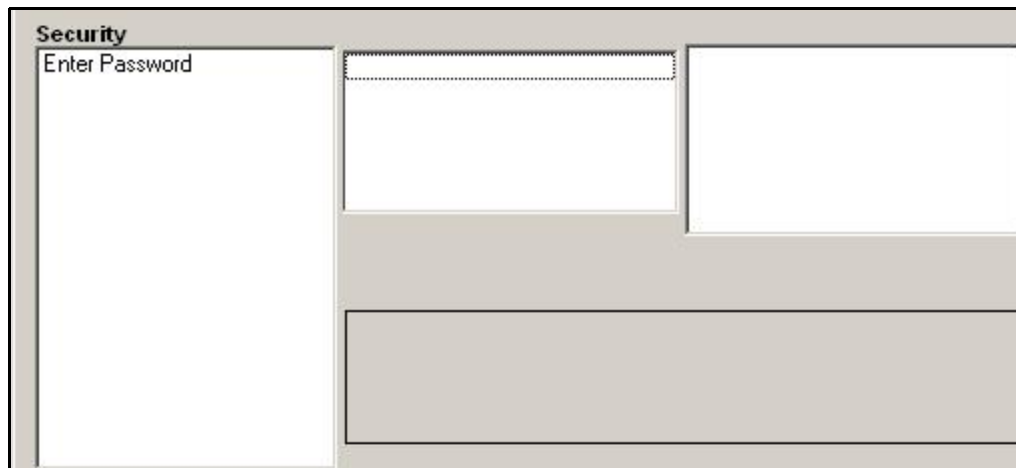

Рис. 47: Окно ввода пароля
2. Если система заблокирована, отображается окно, аналогичное показанному на Рис. 47 ниже.